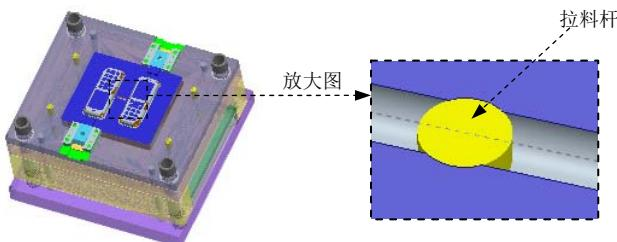

图 31.95 定义拉料杆
Step3. 定义拉料杆。单击 **EMX 工具** 功能选项卡 **顶杆** 控制区域中的 **定义** 按钮，系统弹出“顶杆”对话框；单击“顶杆”对话框中的 **[1]点** 按钮，系统弹出“选择”对话框，选择 Step1 创建的点；在对话框中的 **DM1 直径** 下拉列表中选择 5.0，取消选中 **自动长度** 复选框，在 **LG1 长度** 下拉列表中选择 160，在对话框中选中 **按面组/参照模型修剪** 复选框，单击“完成”按钮 ，结果如图 31.95 所示，然后将拉伸的曲面隐藏。